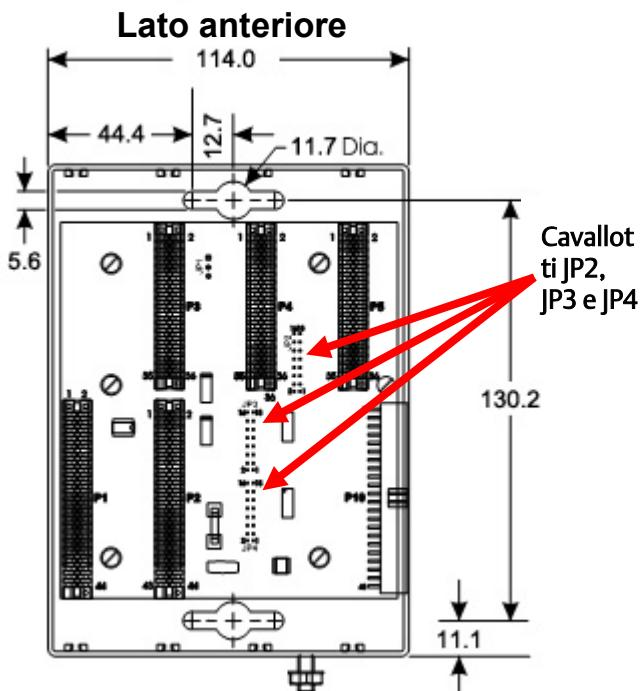

Figura 2. Dimensioni della custodia base a 4 slot per ControlWave Micro (in millimetri)
- Alloggiamento di base. Posizionare come desiderato sulla piastra di montaggio dell'alloggiamento ed individuare i fori di montaggio sulla piastra usando il ControlWave Micro come modello. Vedere la Figura 2 per le dimensioni. Praticare i fori di montaggio nella piastra. Posizionare il ControlWave Micro sui fori e fissarlo alla piastra con quattro viti (non fornite). Serrare le viti a circa 1,1 - 1,4 N·m.
Nota: per fissare un alloggiamento di espansione a un alloggiamento di base a 4 slot o 8 slot, rimuovere i tre terminali del bus (JP2, JP3 e JP4, mostrati nella Figura 2) dal backplane dell'alloggiamento di base a 4 slot o 8 slot.
Gli alloggiamenti di base sono dotate di un capocorda di terra (vedere la Figura 2) in grado di accogliere un filo di dimensioni massime di 5,19 mm (4 AWG). Dopo l'installazione degli